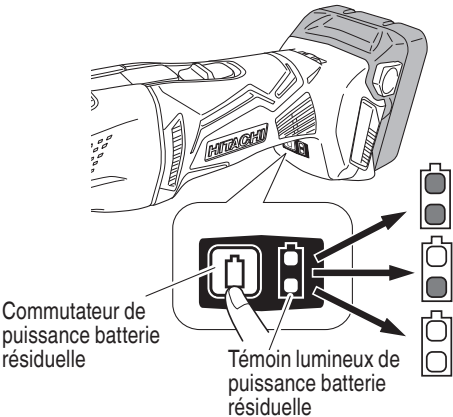

Fig. 9
- Lorsque vous appuyez sur le commutateur de l'indicateur de l'état de charge de la batterie s'allume, le témoin lumineux de l'indicateur de l'état de charge de la batterie s'allume et vous pouvez vérifier ce qu'il reste comme charge dans celle-ci. (Fig. 9) Lorsque vous relâchez le commutateur d'indication de l'état de charge de la batterie, le témoin lumineux de l'indicateur de l'état de charge de la batterie s'éteint. Le Tableau 6 montre le témoin lumineux de l'état de charge de la batterie et ce qu'il reste comme charge dans la batterie.